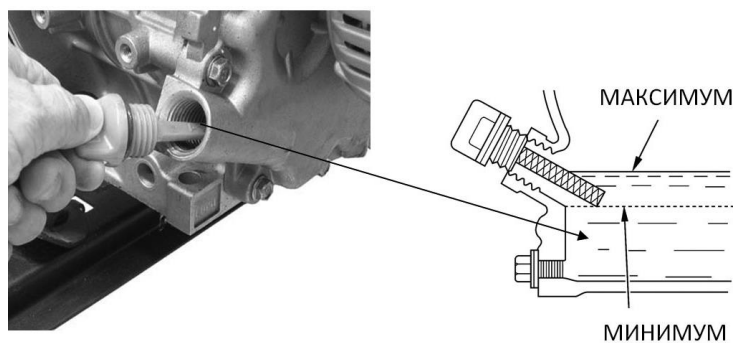

Рисунок 5 – Проверка уровня масла в картере двигателя
5.2.2. Если уровень не соответствует нужной отметке, долейте масла до края заливной горловины (рис.5). Ориентировочный объем картера двигателя 0,6 литра.